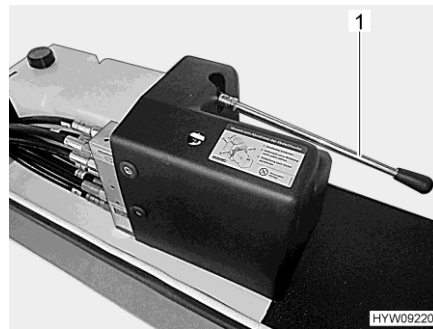

Bild 42 Hebel (Notbedienung)
- Hubstütze mit Handpumpe einfahren. Dazu mit dem Hebel (Bild 42,1) pumpen, bis die Hubstütze eingefahren ist.